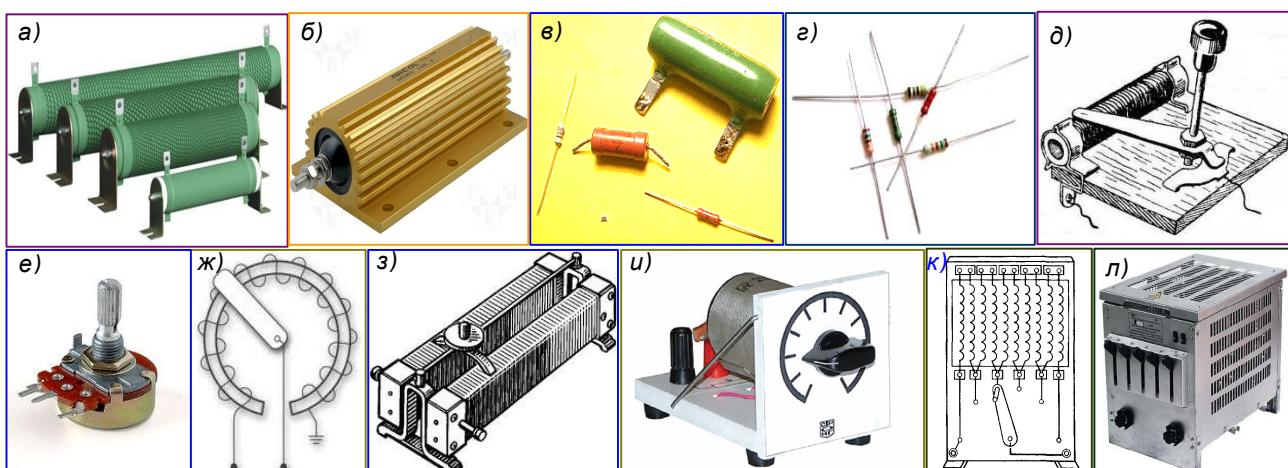

Рис. 96. Резисторы (сопротивления) постоянные и переменные различной величины и мощности.
Резистор – один из наиболее распространённых компонентов в электронике и в электротехнике. Его назначение – сопротивляться течению тока, преобразуя часть его энергии в тепло. В соответствии с этим основными характеристиками его являются **величина сопротивления** и допустимая (по соображениям перегрева) **мощность рассеивания тепла**. Некоторые из резисторов изображены на рис. 96.
8. Зачем на резисторе иногда делают металлический кожух в виде радиатора с рёбрами, *рис. 96, б*?
1. На *рис. 96, к*) изображен резистор, с помощью которого можно менять сопротивление в цепи не плавно, а ступенями — скачками. Рассмотрите рисунок и по нему опишите, как действует такой резистор. Как он называется?
2. Если каждая спираль резистора, показанного на *рис. 96, к* имеет сопротивление 3 Ом, то какое сопротивление будет введено в цепь при положении переключателя, изображенном на рисунке? Куда надо поставить переключатель, чтобы с помощью этого резистора увеличить сопротивление цепи еще на 18 Ом?
3. Рассмотрите внимательно *рис. 96* и расскажите подробно об особенностях изображённых на нём резисторов.